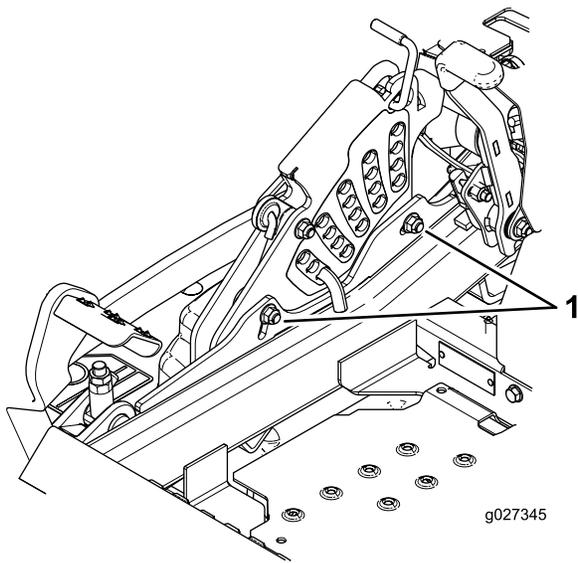

Figura 92
12. Para ajustar el sistema de ajuste de un solo punto, afloje los 2 pernos situados cerca del borde inferior de la pletina de altura de corte (Figura 92).
14. Apriete los 2 pernos en el borde inferior de la pletina de altura de corte (Figura 92). T